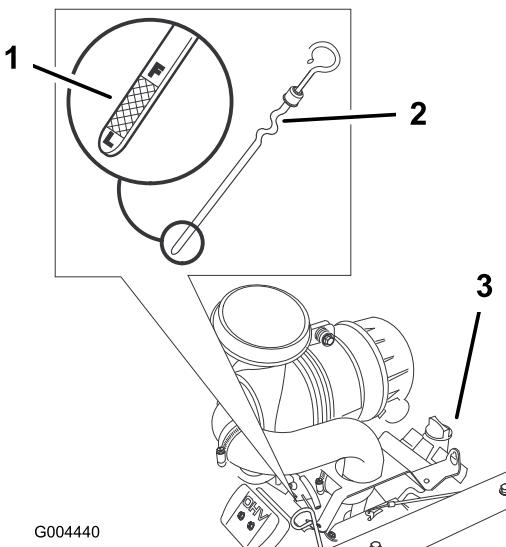

Figure 33
3. Nettoyez la surface autour de la jauge d'huile (Figure 33) pour éviter que des impuretés ne tombent dans le moteur.
- Sortez la jauge d'huile et essuyez soigneusement l'extrémité métallique (Figure 33).
- Enfoncez la jauge complètement dans le moteur. Ressortez la jauge et examinez l'extrémité métallique (Figure 33). Si le niveau est bas, versez lentement une quantité d'huile suffisante dans le goulot de remplissage pour amener le niveau au repère du plein.
9. Versez avec précaution environ 80% de la quantité d'huile spécifiée dans le goulot de remplissage (Figure 33)